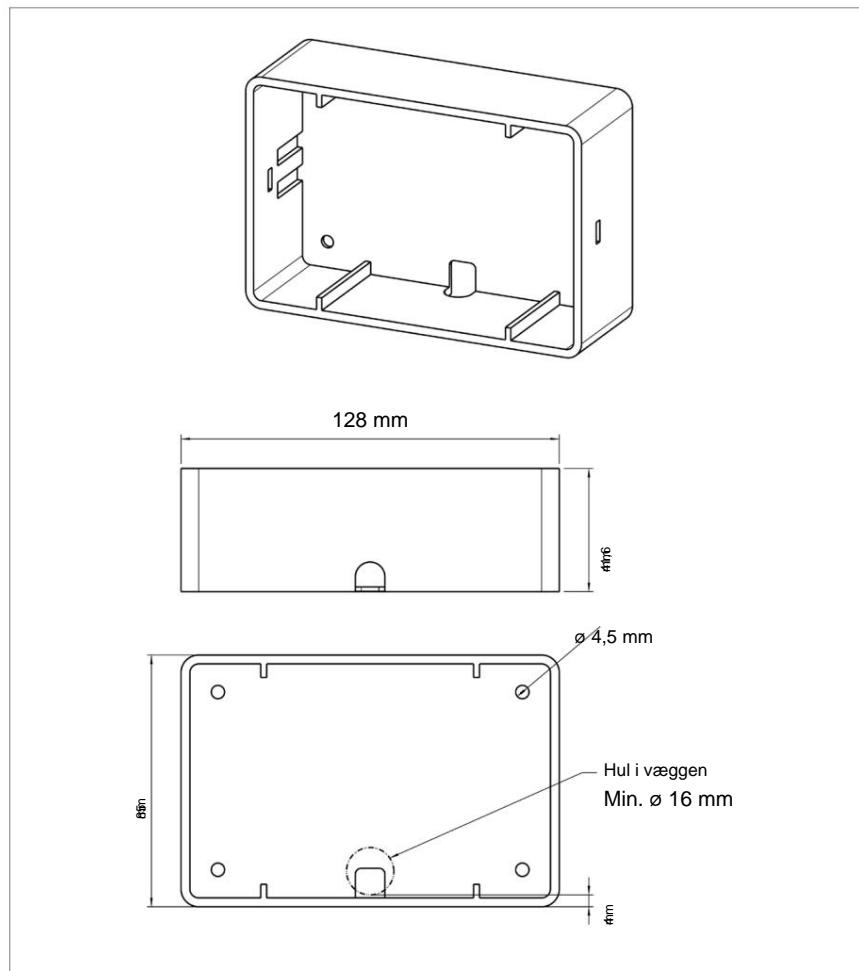

Fig. 8: Mål på det vægmonterede hus
2. Boring (Ø 16 mm) til kabelføring i henhold til målene i fig. 8.